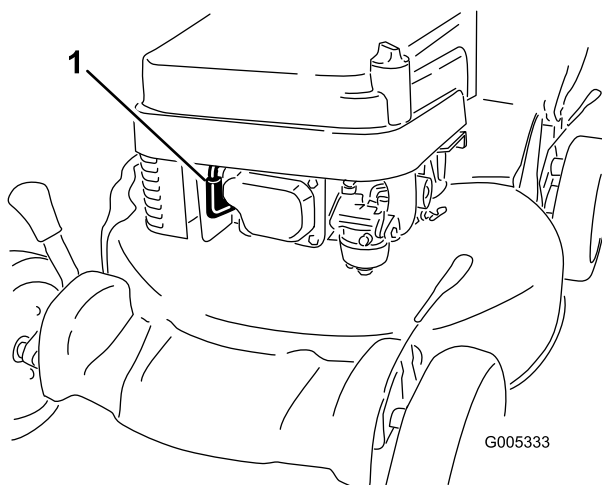

Figure 11
1. Branchez la bougie (Figure 11).